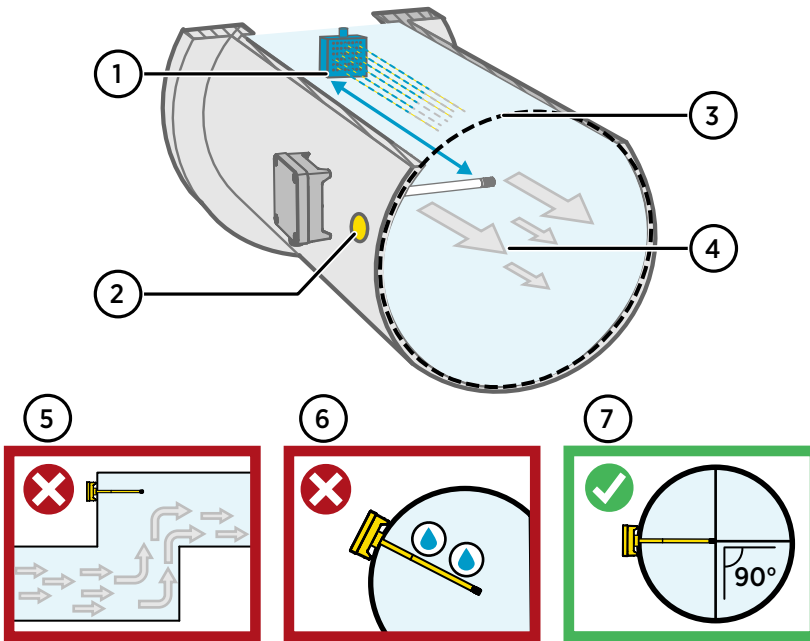

Figura 39 Información general de la instalación en conductos
4. Opcional: Taladre un segundo orificio para mediciones de referencia de aproximadamente 30 cm (12 pulg.) desde el orificio de instalación del transmisor. Consulte Figura 39 (página 62).